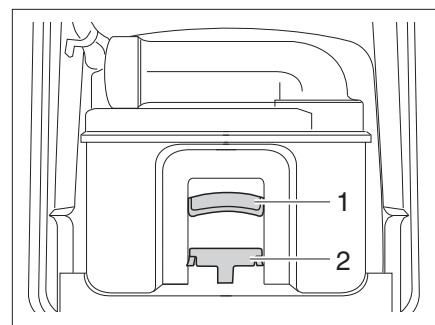

Fig. 154 Cassette Thetford
- Empujar el estribo de sujeción (Fig. 154,2) hacia delante para desbloquear el inodoro cassette y extraer el cassette con el tirador (Fig. 154,1).